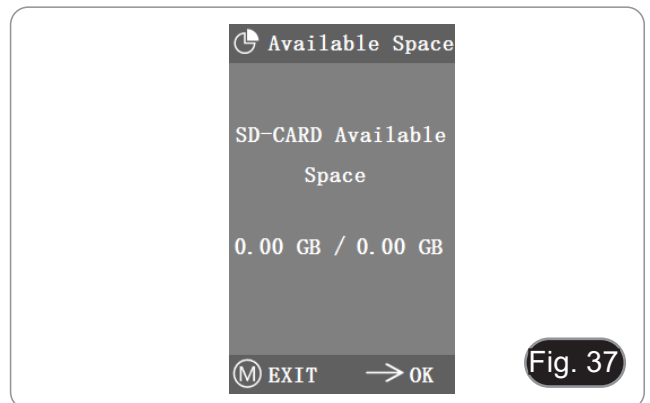

Fig. 37
2. Wenn "0.00 Gb / 0.00 Gb" angezeigt wird (Fig. 37), wurde die SD-Karte nicht erfolgreich eingelegt; bitte versuchen Sie, sie erneut einzulegen.